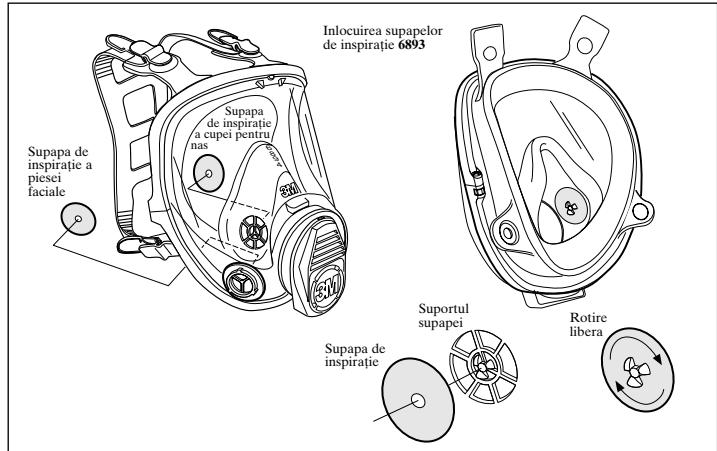

Fig. 8
• Supapele de inspirație (Fig. 8)